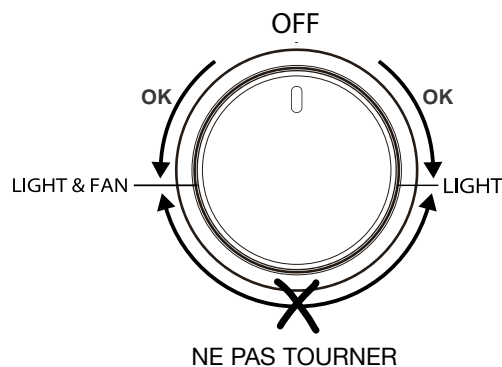

Fig. 3.2
La lampe du four et le moteur de ventilateur sont contrôlés par un bouton d'interrupteur situé sur le tableau de commande (fig. 3.2). Pour allumer la lampe du four, tournez le bouton dans le sens antihoraire à la position LIGHT.
- Lors de l'allumage du brûleur du four, le moteur de ventilateur doit être à la position d'arrêt (bouton de commande de la lampe et du ventilateur à la position OFF – Fig. 3.2).
Après avoir allumé le brûleur du four, allumez le moteur de ventilateur en tournant le bouton de commande du ventilateur et de la lampe du four (fig. 3.2) à la position LIGHT & FAN.
Réglez le bouton de commande du brûleur du four à la position OFF et tournez le bouton de commande du ventilateur et de la lampe du four (fig. 3.2) à la position LIGHT & FAN.